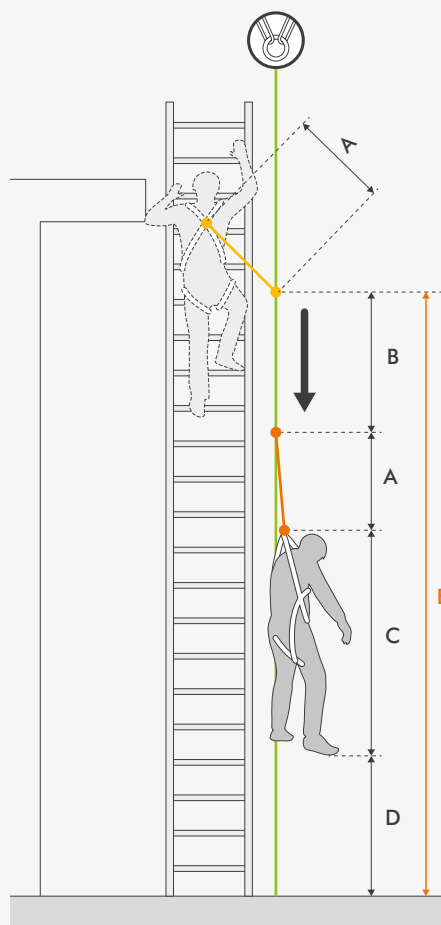

Fig. 2
- Fig. 2 / Antichute mobile avec longe en sangle EN 353